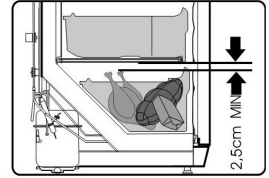

Abb. 6
- Halten Sie einen Mindestabstand von 2,5 mm zwischen den einzufrierenden Lebensmittel ein (**Abb. 6**). Die noch einzufrierenden Lebensmittel dürfen nicht mit bereits eingefrorenen in Berührung kommen.